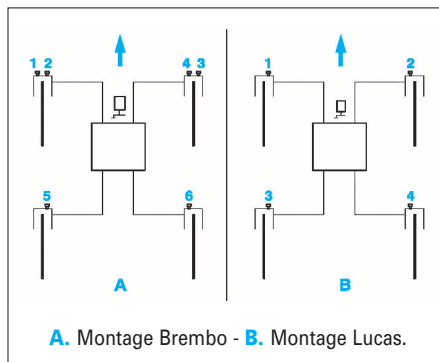

FIG. 30
- Procéder de la même manière pour les autres vis de purge en respectant l'ordre préconisé (Fig.30).
- Procéder de la même manière pour les autres vis de purge en respectant l'ordre préconisé (Fig.30). Lorsque la purge est terminée, débrancher l'outil et appuyer 4 fois sur la pédale de frein. Si la course est longue et spongieuse, recommencer la procédure de purge.